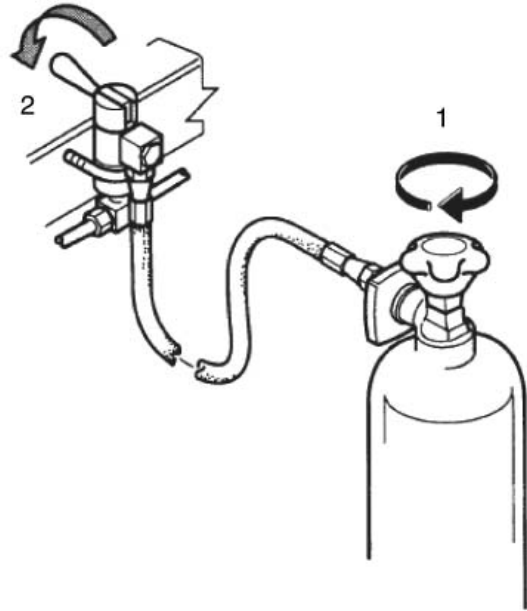

图 36 卸下气瓶
- 在达到气瓶的终级压力后，先关闭气瓶阀，然后将充气阀杆恢复至关闭位置（图36）。